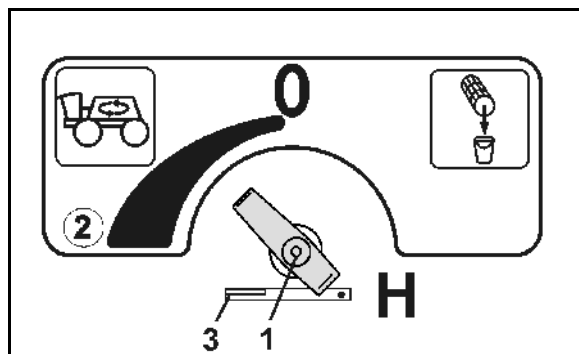

Рис. 62
- Дополнительная мешалка регулируется при помощи позиционного крана (Рис. 62/1).
Дополнительная мешалка выключена, если позиционный кран находится в положении "0". Положение (Рис. 62/2) соответствует максимальной производительности мешалки.
Обеспечение функции слива напорного фильтра (Рис. 62/3).